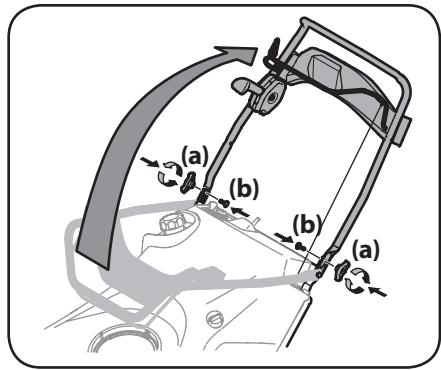

Figura 2-10
- Retire la tuerca de seguridad hexagonal (a) y el tornillo de la máquina (b) del conjunto del control de rotación del canal. Consulte el Recuadro I de la Figura 2-10.
- Coloque el conjunto del control de rotación del canal sobre la varilla de rotación del canal, alinee los orificios y asegure con la tuerca de seguridad hexagonal (a) y el tornillo de la máquina (b) que extrajo previamente en el Paso 1. Consulte el Recuadro II de la Figura 2-10.